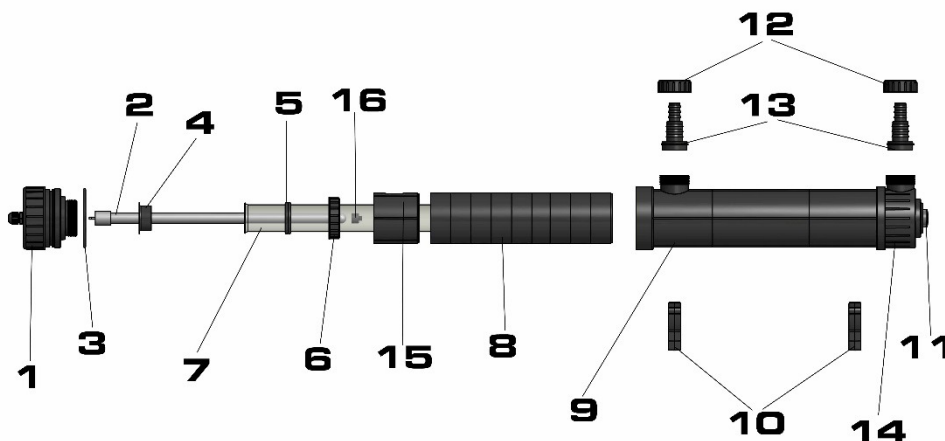

Fig. 1: Helix Max 2.0
- Draaibare verbinding: de verbindingsoening (Fig. 1, No. 14) van de Helix max kan 360° gedraaid worden. Dit maakt een ruimte besparende installatie mogelijk. De uitlaat moet altijd op het hoogste punt liggen zodat het system zich volledig met water kan vullen. Het UV system kan zowel horizontaal als verticaal gemonteerd worden. Indien vertikaal gemonteerd dient de aansluiting met de kap naar boven toe gemonteerd te worden. De doorstroming is van onder naar boven. Indien horizontaal gemonteerd dient er minimaal 1 uitlaat naar boven gemonteerd te worden. Het liefste allebei. Hierdoor kan het system nooit droog vallen, ook niet bij stilvallen van de pomp en daardoor beschadigen.
Gebruik uitsluitend het bijgevoegde gereedschap (zie Fig. 1a) om de schroefdop (Fig. 1, No 1) te openen. Om te vastdraaien en vervolgens lekken te voorkomen, moet het verbinden uitsluitend met de hand gedaan worden. Bij erg vast draaien dient er op gelet te worden dat er geen spanning op ontstaat.
De Helix Max zijn van transparanten aansluitstukken voorzien (Fig. 1, No. 11). Dit geeft de mogelijkheid van controle op het functioneren. U ziet daardoor de UV lampen blauw oplichten.